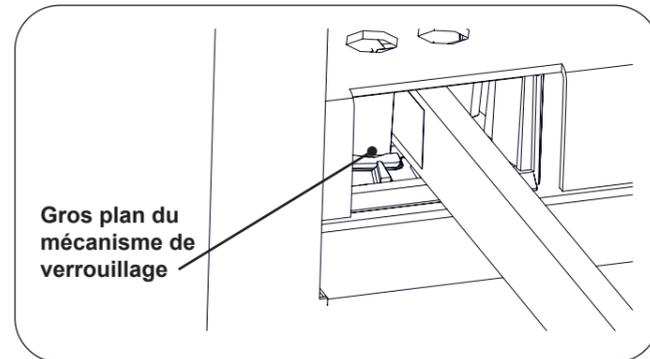
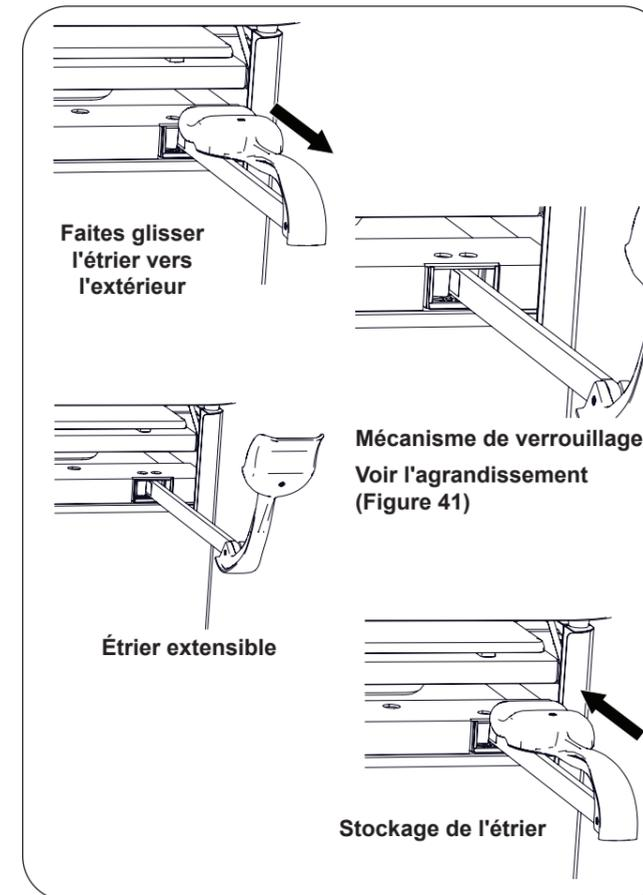

Figure 41. Mécanisme de verrouillage de l'étrier
Figure 42. Étriers
1. Pour utiliser les étriers, saisissez l'extrémité de l'étrier et levez-le directement hors de la table (Figure 42). Soulevez légèrement tout en faisant glisser l'étrier vers l'extérieur.
2. Lorsque la position souhaitée est atteinte, abaissez l'étrier pour enclencher le mécanisme de verrouillage latéral (Figure 41 et Figure 42).